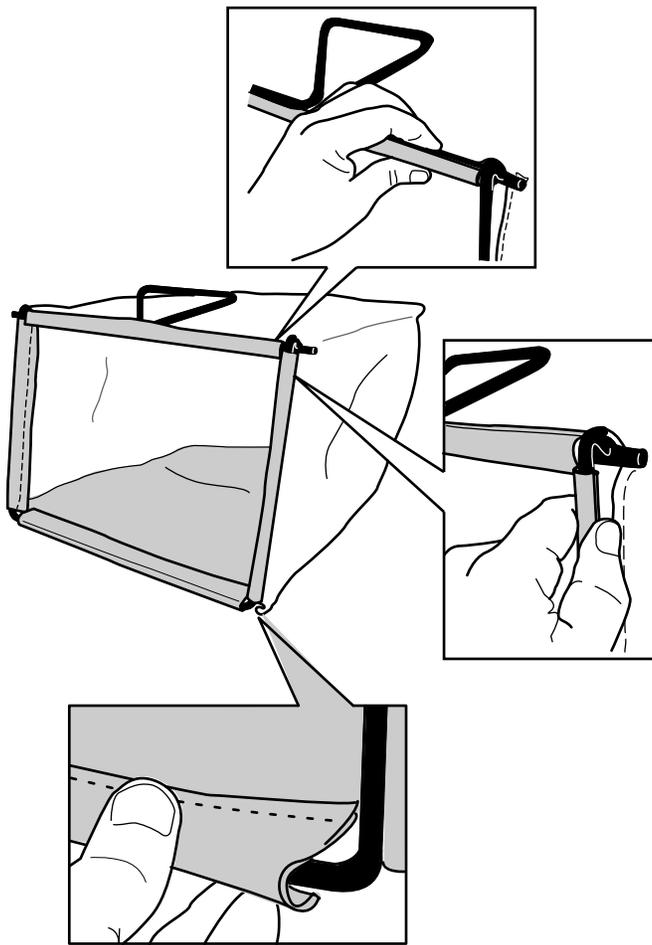

図 10
2. バッグ下側の溝をフレームに固定する 図 10。
3. バッグの上側と左右の溝をフレームに固定する 図 10。